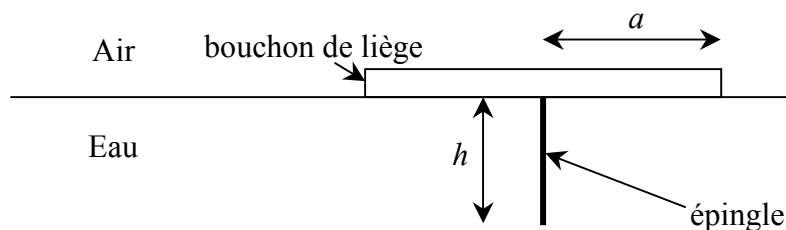

Figure 4
- 6.2 On plante une épingle au centre d'un bouchon de liège en forme de disque de rayon  $a$  (on ne se préoccupera pas de son épaisseur). On fait flotter le bouchon sur de l'eau, l'épingle vers le bas. Le bouchon de liège s'enfonce d'une profondeur négligeable dans l'eau. L'épingle dépasse du bouchon d'une longueur  $h$ . On se reportera à la figure 4 ci-dessous.